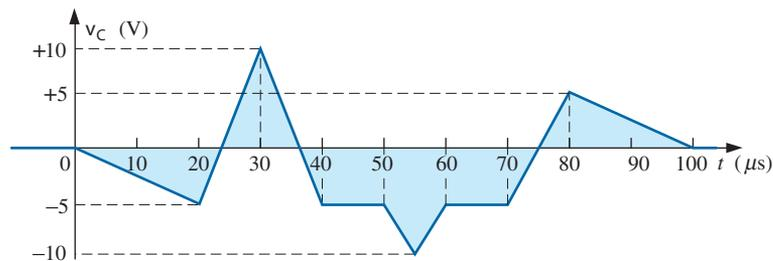

Figura 10.116 Problema 45.
45. Determine a forma de onda para a corrente média se a tensão através do resistor de 4,7 μF é como mostra a Figura 10.116.